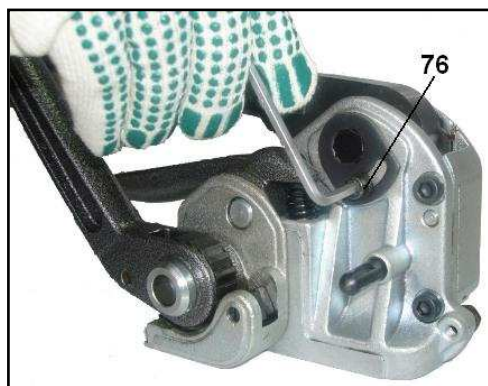

Рис. 2
4.3. Регулировка производится следующим образом (Рис.2):